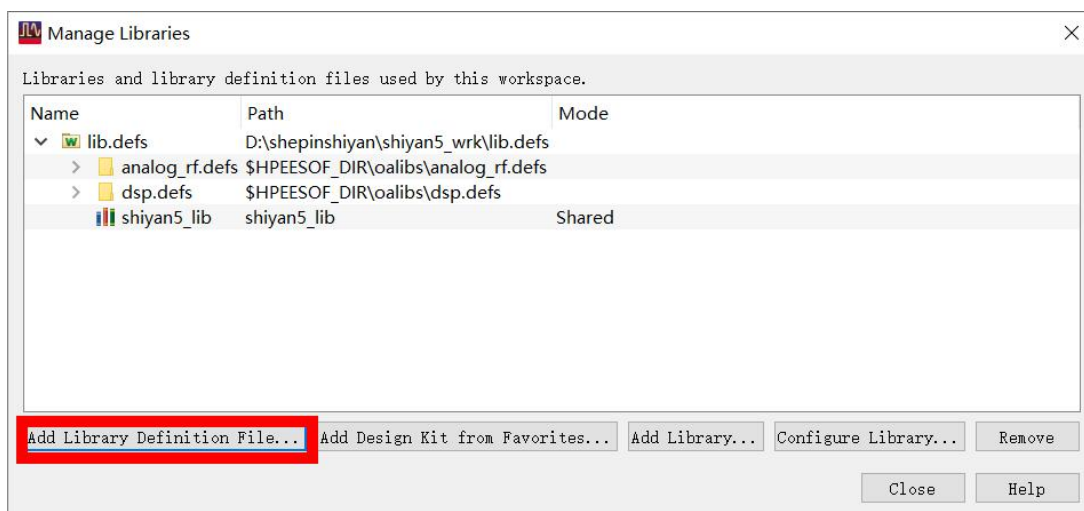

图 5.2
(2) 在该设计中，需要加入ATF5143的模型。执行菜单命【File】-【Manage Libraries...】，弹出“Manage Libraries”对话框，单击【Add Library Definition File...】按钮，图5.2所示